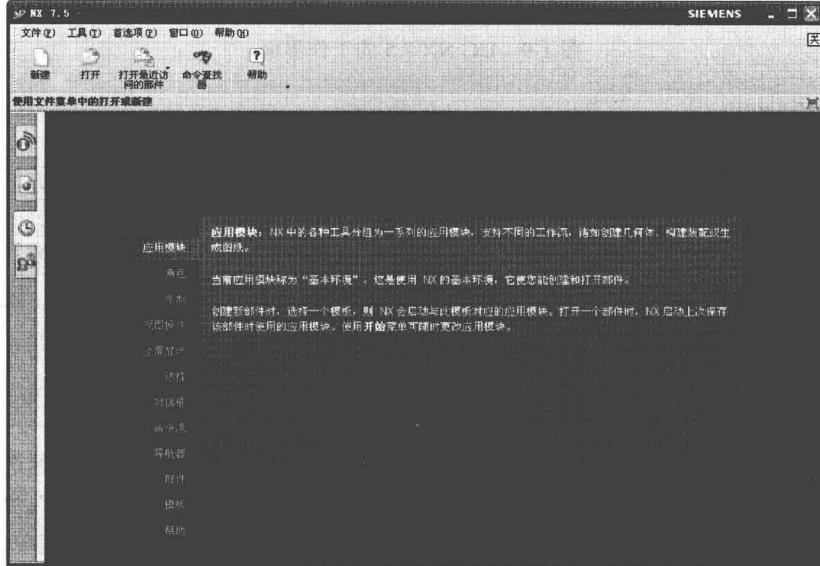

图 1-8 移动鼠标指针
步骤① 移动鼠标指针至“标题栏”右上角的“关闭”按钮 \times 处，如图 1-8 所示。
UG NX 7.5 是 UG 的升级版本，它不仅具有 UG 以前版本的各种强大功能，在工作环境上也有了很大的改善。启动 UG NX 7.5 程序后，新建一个模型，即可进入其工作界面，如图 1-8 所示。